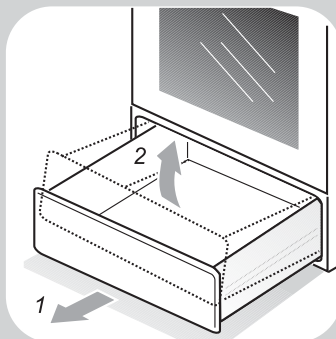

Рис. 21
- Как достать выдвижной ящик, показано на рис.21.